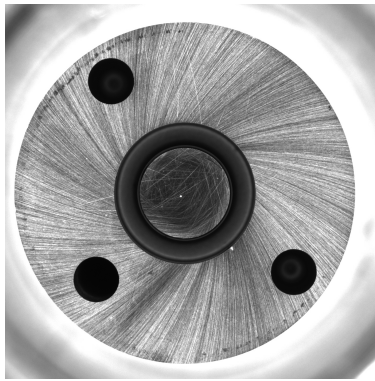

Figura 3. Bico injetor diesel
A Figura 2 destaca as seguintes regiões do bico injetor: base (1), haste (2), cúpula (3), furos de fixação (4 e 5), furo de injeção de combustível (6), guia do corpo (7), furo cego (8), assento da agulha (9), ponta da agulha (10), guia da agulha (11) e espiga da agulha (12) [2]. Os furos de fixação (4 e 5) e injeção de combustível (6) estão localizados em uma região chamada de superfície de vedação, conforme ilustra a Figura 3.
1) *Carregar imagem*: esta seção de código descreve as etapas para o carregamento e a visualização da imagem. No código apresentado, foi carregada uma imagem correspondente à Figura 3.